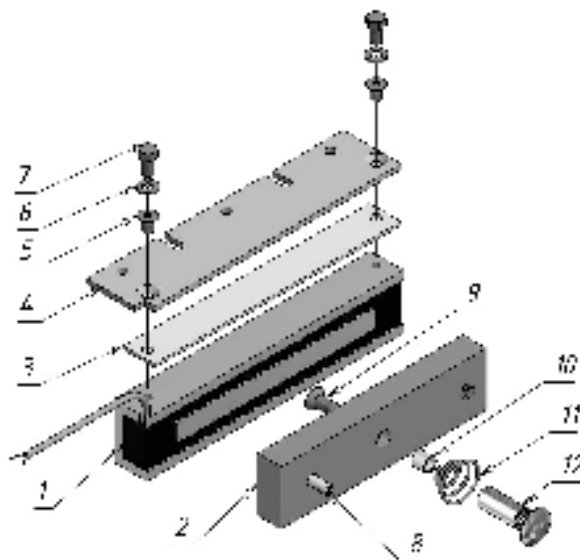

Рисунок 1 – Комплект поставки замка AL-180FB-01
3.2 В комплект поставки замка AL-180FB-01 (рисунок 1)
5.1 Корпус замка размещается в верхней части дверной коробки (рисунок 4). Крепление корпуса к дверной коробке производится с помощью переходной планки (рисунок 1 поз.4) или монтажного уголка (рисунок 3 поз.1).
5.4 При установке корпуса на монтажный уголок (рисунок 3 поз.1) крепление корпуса к угольнику осуществляется через переходную планку (рисунок 1 поз. 3) болтами М5х10 с шайбами (поз.5, 6).